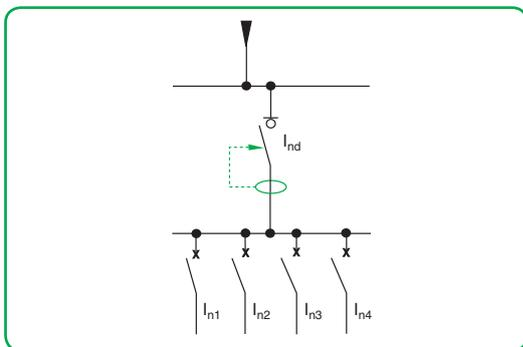

Fig. 5.41. Interruptor diferencial, aguas arriba de un grupo de interruptores automáticos.
■ Si el interruptor diferencial está situado aguas arriba de un grupo de circuitos protegidos por interruptores magnetotérmicos del mismo número de polos que el ID (**fig. 5.41**), la corriente asignada del interruptor diferencial  $I_{nd}$  se elige en función de: